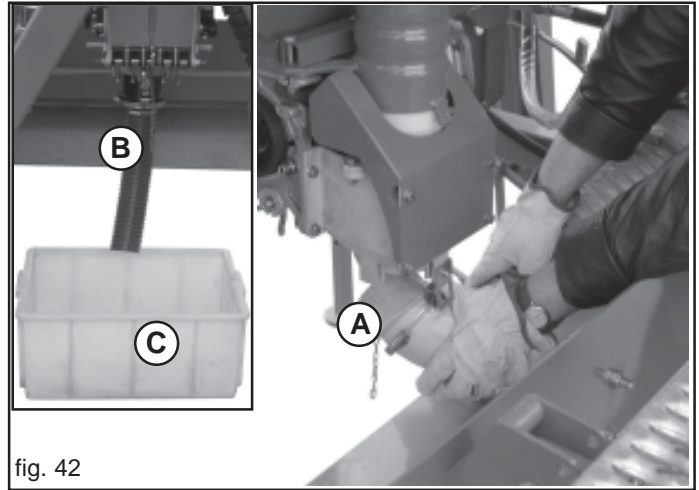

fig. 42
- 2) Den Bogen unter dem Einspritzerkanal entfernen (A, Abb. 42), durch Loosen des Schnellverschlusses ab.
- 3) Das beige stellte Sammelrohr (B, Abb. 42) in der gleichen Position anbringen, mit dem Schnellverschluss, am anderen Rohrende einen Sammelbehälter aufstellen (C, Abb. 42).